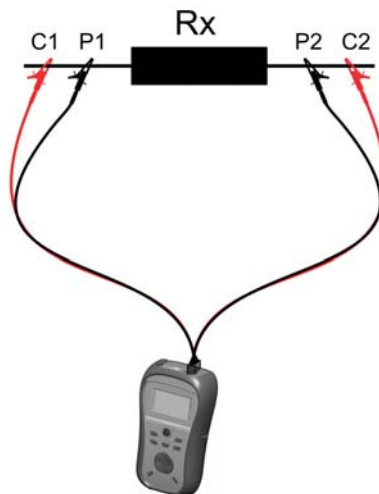

Рисунок 6.3 Схема подключения при измерении сопротивления
- Подключите объект измерений к прибору (см. Рисунок 6.3).